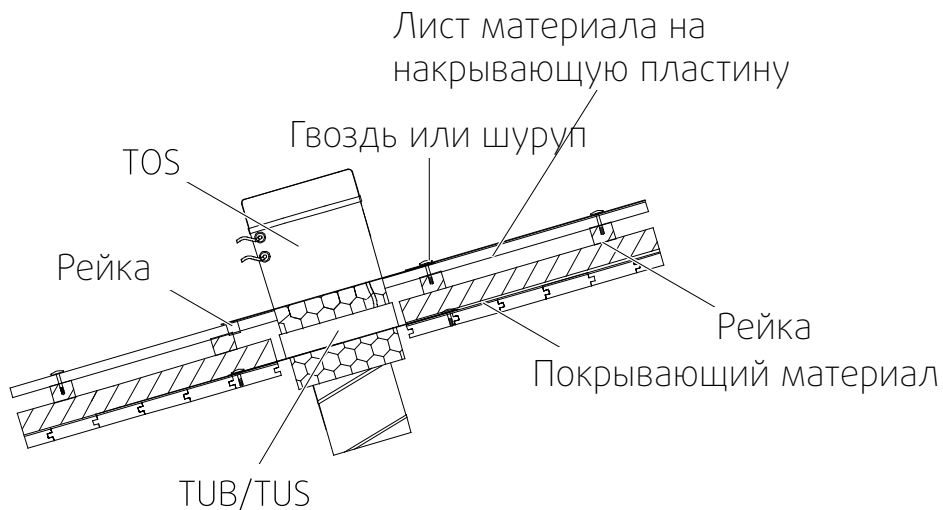

Рис. 7
3. Прикрепите накрывающую пластину TOS к кровельному материалу или планке с помощью гвоздей или шурупов, рисунок 7.